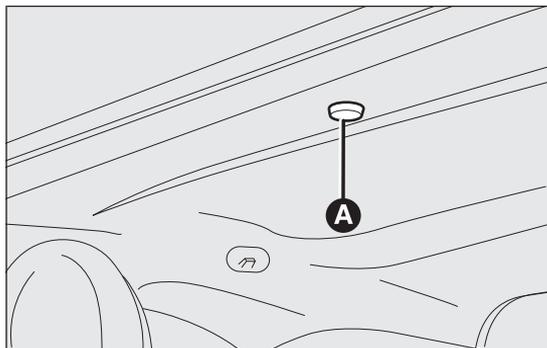

fig. 64
- enlever le capuchon de protection A fig. 64 de son siège, en l'actionnant manuellement, qui se trouve sur le revêtement intérieur derrière le store pare-soleil